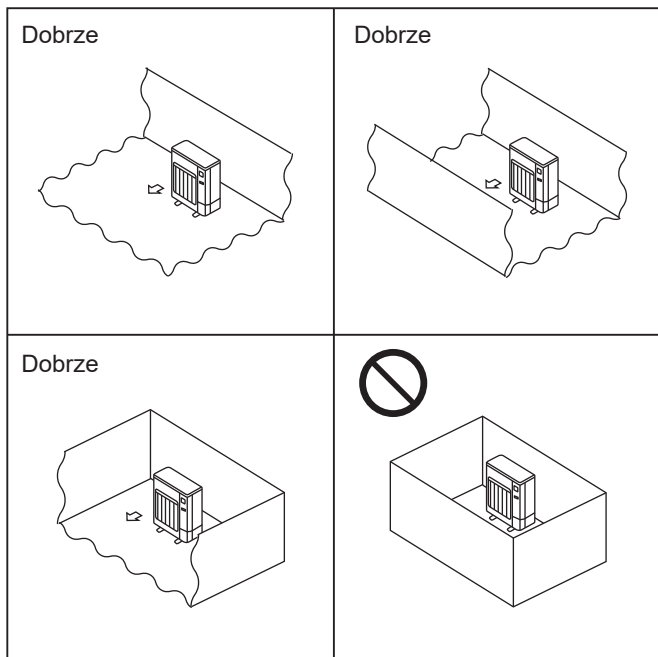

Fig. 2-1
- Jednostki zewnętrzne należy montować w miejscach, które są otwarte z co najmniej jednej z czterech stron i oferują dostatecznie dużą powierzchnię bez zagłębień. (Fig. 2-1)